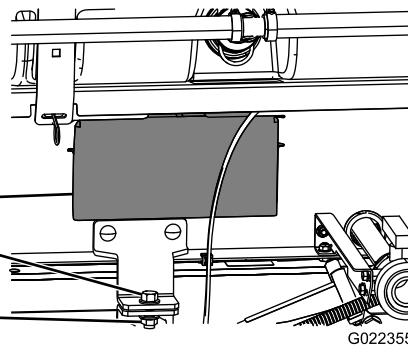

Figura 36
8. Fissate la staffa di fissaggio del gruppo del telaio di supporto del serbatoio alla staffa del pianale sul telaio su ciascun lato della macchina con un bullone ($\frac{1}{2}$ " x $1\frac{1}{2}$ ") e un dado di bloccaggio ($\frac{1}{2}$ "), come illustrato nella Figura 36.
5. Rimuovete i pannelli di accesso su entrambi i lati del telaio del supporto (Figura 36).